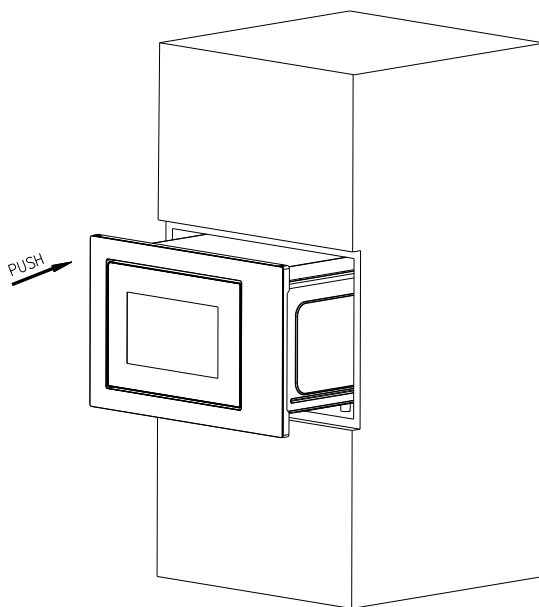

Fig.1
a) Colocar o forno microondas no armário de encastre e empurrá-lo para a frente até ao fim. (Fig.1)